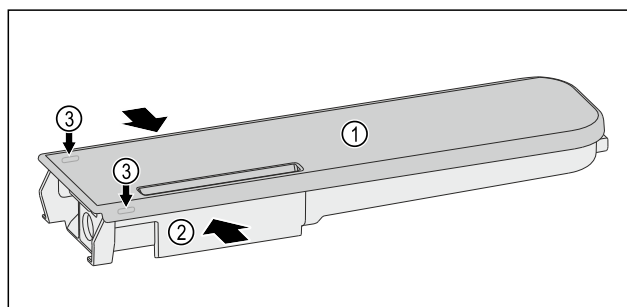

Fig. 119
- ▶ Nyomja össze a víztárolót Fig. 119 (2), és óvatosan emelje le, a fedelet Fig. 119 (1) a reteszelő fülekről Fig. 119 (3), majd húzza fel.
- ▶ Mozdassa óvatosan oda-vissza a fedelet Fig. 119 (1), majd könnyed mozdulattal vegye le felfelé.